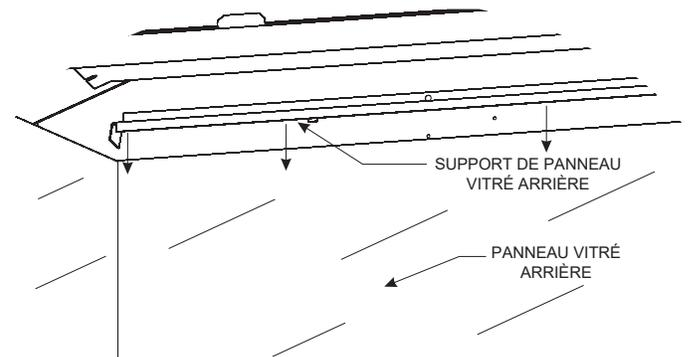

Figure 5
12. Après que la vitre arrière soit verticale, poser l'autre support du panneau vitré sur le dessus de la vitre. Les trous du support devront être visibles au-dessus de la vitre et alignés sur les trous du mur arrière de l'âtre. **Voir Figures 5 et 6.**